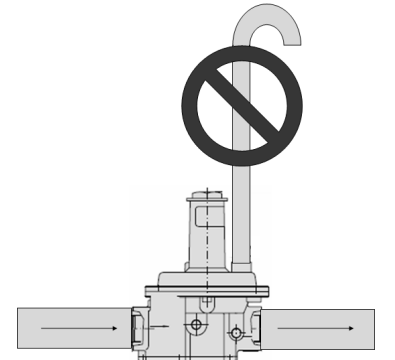

Fig. 2
The 1/2" - 4" Governor gas regulators comply with and are certified to CSA 6.22a-2005 and ANSI Z21.80a-2005 for 2 PSIG inlet applications. The Governor design incorporates an integral vent limiter in the regulator. To ensure the installation complies with CSA 6.22a-2005 and ANSI Z21.80a-2005, the vent cap should be left in place and at no time should any restriction or plug be installed in the vent cap of the regulator. When using an external vent limiter, the flat top of the vent limiter must always be facing up, with the threads facing down, so it operates properly. If mounting the regulator in position (B) or (C), you must use the 90 degree external vent limiter adapter to ensure the vent limiter faces up (Fig. 2).
Les régulateurs de 1/2" - 4" sont conformes et certifiés aux normes CSA 6.22a-2005 et ANSI Z21-80a-2005 pour des applications avec entrée de 2 PSIG. La conception du régulateur Governor inclut un limiteur d'évent d'intégral. Afin de s'assurer que l'installation soit conforme aux normes CSA 6.22a-2005 et ANSI Z21-80a-2005 le couvercle de l'évent doit être laissé à sa place et il ne faut jamais installer aucune restriction ou bouchon sur le couvercle de l'évent du régulateur. Lorsqu'un limiteur d'évent externe est utilisé, le dessus plat du limiteur d'évent doit toujours être vers le haut, avec le filetage vers le bas pour qu'il fonctionne correctement. Si le régulateur est installé en position (B) ou (C), vous devez utiliser l'adaptateur 90 degré du limiteur d'évent externe pour s'assurer que le limiteur d'évent soit vers le haut (Fig. 2).
El GOVERNOR de presión de gas de 1/2" a 4" cumple con y está certificado bajo CSA 6.22a-2005 y ANSI Z21.80a-2005 para aplicaciones con entrada de 2 PSIG. El diseño del GOVERNOR incorpora un limitador integral de venteo en el regulador. Para asegurar que la instalación cumple con CSA 6.22a-2005 y ANSI Z21.80a-2005, la tapa del venteo debe dejarse en su lugar y por ninguna razón debe instalarse una restricción o tapón en el venteo del regulador. Cuando utilice un limitador externo de venteo, la superficie plana del limitador de venteo debe estar orientada hacia arriba, con la rosca orientada hacia abajo, para que opere correctamente. Si el regulador es instalado en posición (B) o (C), debe utilizar en el limitador externo de venteo un adaptador de 90° para asegurarse que el limitador este orientado hacia arriba (Fig. 2).
1. INSTALLATION INSTRUCTIONS: All work should be carried out by trained, qualified and authorized personnel using the correct tools and equipment to install and adjust the regulator to all relevant standards, local codes, requirements and procedures. Ensure the installation is approved and the piping is clear of all oil and debris and has been tested for leaks. Make sure the piping is supported and no stressful force is placed upon the regulator. The regulator can be mounted in horizontal and vertical positions with the directional flow arrow facing in the direction of the flow. Preferably, the regulator should be mounted in horizontal position (A) on the pipe with the pressure adjustment screw upright. If using an external vent limiter, the flat top of the vent limiter must be facing up, with the threads facing down, so it operates properly. If mounting the regulator in position (B) or (C), you must use the 90 degree external vent limiter adapter to ensure the vent limiter faces up (Fig. 2). When venting is required, remove the cover of the vent cap using a union at the connection, then connect the vent pipe, being careful to place the outlet in a safe place, in accordance to all local codes, standards, and requirements. If the outlet pipe increases or decreases more than 1 pipe size, an external control line is recommended.
6. REPLACING THE FILTER CARTRIDGE (OPTIONAL): Close the inlet and outlet valves and slowly depressurize the Governor regulator. Ensure that there is no pressure inside the Governor regulator, then remove the screws on the cover pos. 6. Remove the cover pos. 3. Remove the filter cartridge pos. 5 and replace it with the new one. Place the new cartridge in its seat and ensure that the new cartridge fits perfectly inside the Governor housing guide. CAREFULLY inspect the O-ring seal and replace it, if necessary. Reassemble the cover, making sure that the cartridge fits perfectly in the cover seat and tighten the screws crosswise. Pressurize the Governor regulator by SLOWLY opening the inlet valve. Check the seal around the cover and the screws using foam or soapy water. After a successful test, SLOWLY open the outlet valve.
1. DIRECTIVES D'INSTALLATION : Tout le travail doit être effectué par du personnel formé, qualifié et autorisé, qui utilise les instruments et l'équipement approprié pour installer et régler le régulateur selon toutes les normes relatives, conditions et procédures ainsi que les codes locaux. Il faut s'assurer que l'installation soit approuvée, et que la tuyauterie ne contienne pas d'huile ou des débris et qu'elle ait été vérifiée contre toutes fuites. S'assurer que la tuyauterie est soutenue et qu'aucune tension n'est mise sur le régulateur. Le régulateur peut être installé dans les positions verticale et horizontale avec la flèche dans le sens de la direction du flux. De préférence, le régulateur doit être installé en position horizontale (A) sur le tuyau avec la vis de réglage de pression vers le haut. Lorsqu'un limiteur d'événement externe est utilisé, le dessus plat du limiteur d'événement doit toujours être vers le haut, avec le filetage vers le bas pour qu'il fonctionne correctement. Si le régulateur est installé en position (B) ou (C), vous devez utiliser l'adaptateur 90 degré du limiteur d'événement externe pour s'assurer que le limiteur d'événement soit vers le haut (Fig. 2). Lorsqu'un événement est requis, enlever le couvercle de l'événement, utilisant un raccord sur la connexion, ensuite connecter l'événement en s'assurant de positionner la sortie dans un endroit sécuritaire, en conformité avec toutes les normes et conditions ainsi que les codes locaux. Si les tuyaux de sortie augmente ou diminue de plus de 1 la taille du tuyau, une ligne de commande externe est recommandée.
4. RÉGLAGE DE LA PRESSION: les régulateurs Governor sont réglés en usine selon la pression indiquée sur le régulateur. Vous devez utiliser un clé Allen de 7/16" afin de retirer le bouchon pos. 1 et un clé Allen de 7/16" ou 8 mm sur 1/2" à 1 1/2" modèles et une clé Allen de 7/16" ou 12 mm sur 2" et les grands modèles pour ajuster le ressort. L'échelle de pression du ressort est indiquée sur la plaque signalétique. Pour ajuster la pression, dévisser le couvercle 1, ensuite tourner en la bague 4 en sens horaire pour augmenter la pression et en sens anti-horaire pour la diminuer.
6. REMPLACEMENT DE LA CARTOUCHE DU FILTRE (OPTIONNEL): fermer les vannes d'entrée et de sortie et dépressuriser lentement le régulateur. Assurez-vous qu'il n'y ait pas de pression dans le régulateur, ensuite enlever les vis sur le couvercle pos. 6. Enlever le couvercle pos 3, enlever la cartouche du filtre pos 5 et la remplacer avec la nouvelle. Placer la nouvelle cartouche dans son siège et s'assurer que la nouvelle cartouche s'adapte parfaitement à l'intérieur du guide d'emplacement du régulateur. SOIGNEUSEMENT inspecter la bague O-ring et la remplacer si nécessaire. Remonter le couvercle en vous assurant que la cartouche s'adapte parfaitement au siège à l'intérieur du couvercle, et serrer les vis par un mouvement croisé. Pressuriser le régulateur en ouvrant LENTEMENT la vanne d'entrée. Vérifier le joint d'étanchéité autour du couvercle et des vis utilisant de la mousse ou de l'eau savonneuse. Après une vérification réussie, ouvrir LENTEMENT la vanne de sortie.
1. INSTRUCCIONES DE INSTALACION: todo trabajo debe ser realizado por personal entrenado, calificado y autorizado, utilizando las herramientas y equipo correctos y setear el regulador segun los estandares, codigos locales, requerimientos y procedimientos. Asegurarse que la instalacion es aprobada y la tubería este libre de aceite, suciedad y ha sido probada para fugas. Asegurarse que la tubería este soportada y no hayan fuerzas que produzcan un estrés sobre el regulador. El regulador puede ser instalado en posición vertical y horizontal con el sentido de flujo segun la direccion de la fecha. Preferiblemente, el regulador debe ser montado en la tubería en la posición horizontal (A) con la tuerca de ajuste de la presión hacia arriba. Cuando se utiliza un limitador de venteo externa, la parte superior plana del limitador de venteo debe estar siempre al día con el hilo hacia abajo para que funcione correctamente. Si el regulador está instalado en posición (B) o (C), debe utilizar en el limitador externo de venteo un adaptador de 90° para asegurarse que el limitador este orientado hacia arriba (Fig. 2). En caso de requerir venteo, remover la tapa del venteo utilizando una union en la conexión, luego conecte la tubería de venteo, siendo cuidadoso de llevar la salida en un lugar seguro de acuerdo con código, estándar y requerimiento local. Si la tubería de salida aumenta o disminuye más de 1 tamaño de la tubería, se recomienda una línea de control externo.